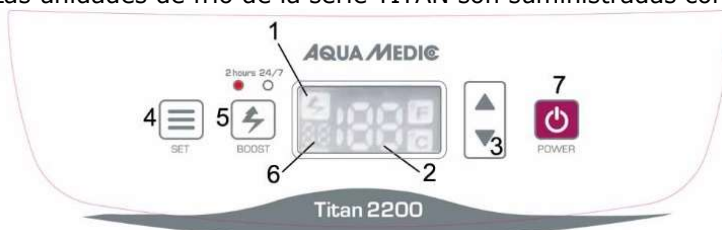

Fig. 1: Pantalla Titan 200 – 2200
**Programación:** El display muestra la temperatura actual del agua y el punto de ajuste. Para apagarlo, mantenga pulsado el botón de encendido (Fig. 1, nº 7) hasta que se apague la pantalla.
**Función Potencia:** Al pulsar el botón BOOST (Fig. 1, nº 5) se incrementa la potencia del ventilador. Esto permite que el refrigerador disipe el calor más rápidamente, pero también se vuelve más ruidoso. La función boost sólo puede activarse durante dos horas (el LED bajo 2 horas se enciende) o permanentemente (el LED bajo 24/7 se enciende).